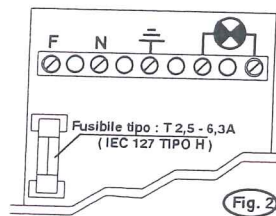
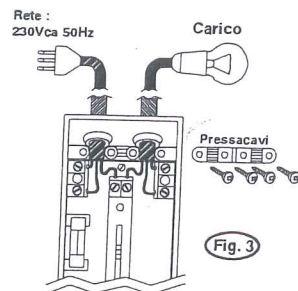

Fig. 2
Fig. 3
- 5) I cavi inseriti attraverso i fori presenti sulla parte posteriore del Piedimmer, passando il pressacavi devono essere collegati ai morsetti corrispondenti (Vedi Fig.3). Eseguire il collegamento elettrico dei suddetti cavi rispettando la serigrafia posta in prossimità dei morsetti (Vedi Fig.2).